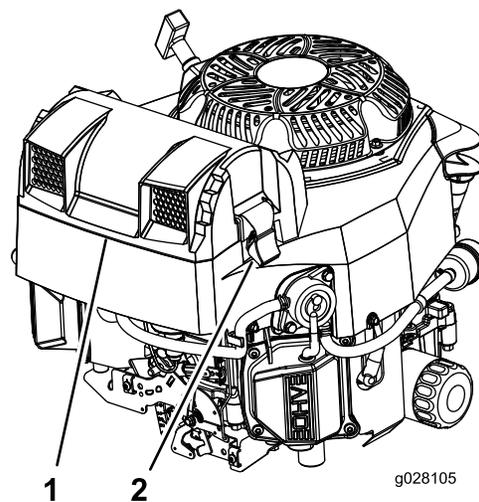

Figura 37
3. Rilasciate i dispositivi di fermo del filtro dell'aria e togliete il coperchio della presa d'aria dal corpo del filtro (Figura 37).
5. Montate il coperchio della presa d'aria e fissatelo con i fermi (Figura 37).